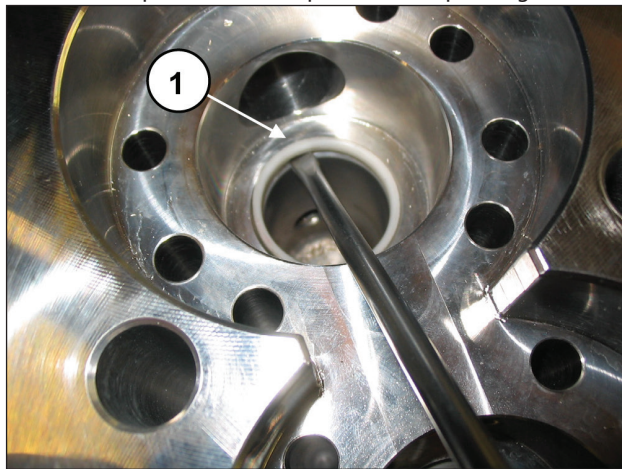

Fig. 116
Dégager les sièges de soupapes et vérifier si les joints sont usés. Si nécessaire, procéder au remplacement (rep. ①, Fig. 116).